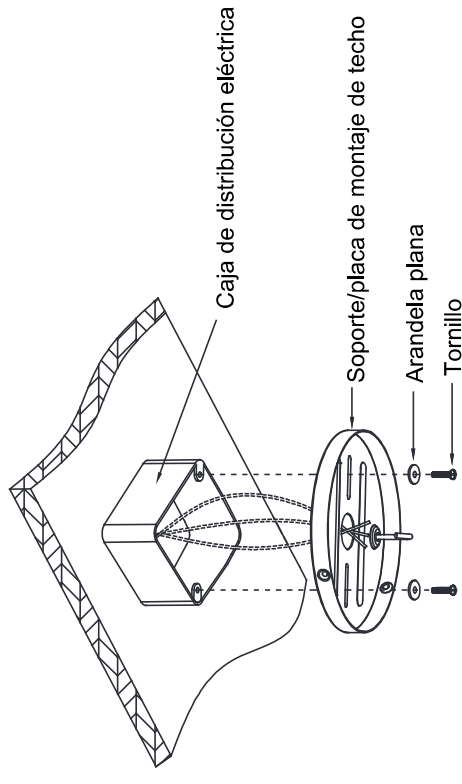

Fig. 5
Paso 1. Pase los cables de alimentación de 120 voltios desde la caja de distribución eléctrica del techo a través del centro del soporte de montaje de techo. Acople bien el soporte/placa de montaje de techo a la caja de distribución eléctrica tal como se muestra (**Fig. 5**).